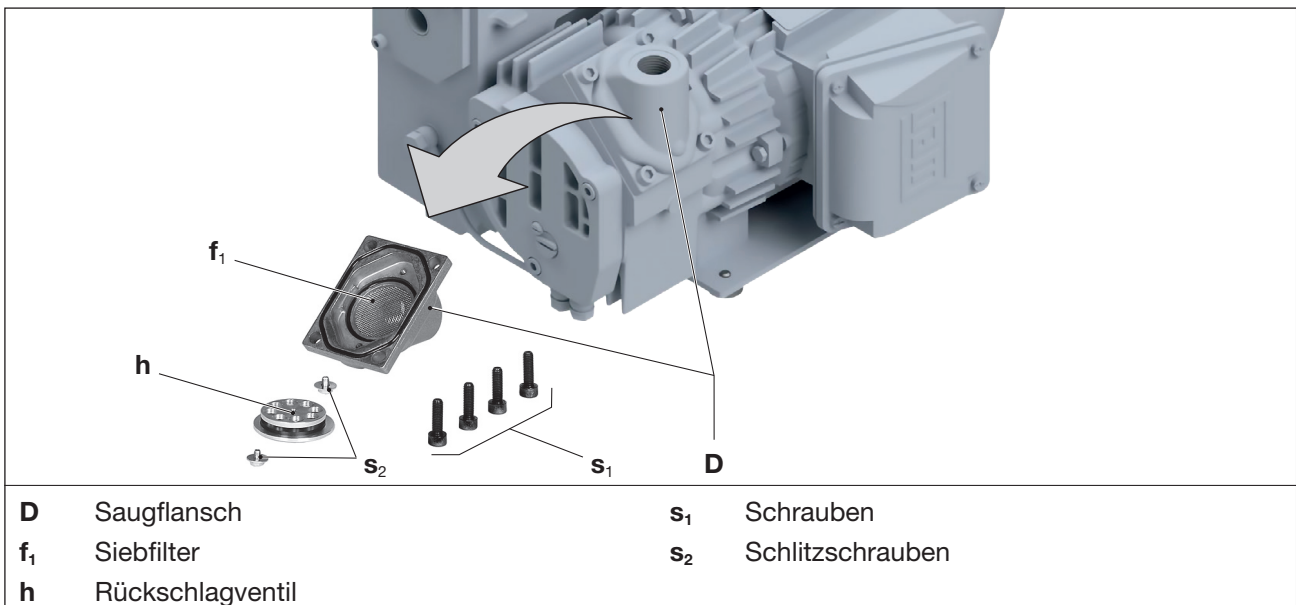

Abb. 6 Siebfilter reinigen
Der Siebfilter (Abb. 6/f₁) ist je nach Verunreinigung des abgesaugten Mediums mehr oder weniger oft durch Auswaschen bzw. Ausblasen zu reinigen oder zu ersetzen.
- Vier Schrauben (Abb. 6/s₁) am Saugflansch (Abb. 6/D) lösen und Saugflansch abnehmen.
- Zwei Schlitzschrauben (Abb. 6/s₂) an der Rückschlagklappe (Abb. 6/h) lösen und Rückschlagklappe aus dem Saugflansch entnehmen.
- Siebfilter (Abb. 6/f₁) aus dem Saugflansch entnehmen und reinigen.
- Siebfilter (Abb. 6/f₁) in den Saugflansch (Abb. 6/D) einsetzen. Danach die Rückschlagklappe (Abb. 6/h) einsetzen und mit den beiden Schlitzschrauben (Abb. 6/s₂) befestigen.
- Den Saugflansch (Abb. 6/D) mit den vier Schrauben (Abb. 6/s₁) an der Pumpe montieren. Anzugsmoment: 10 Nm